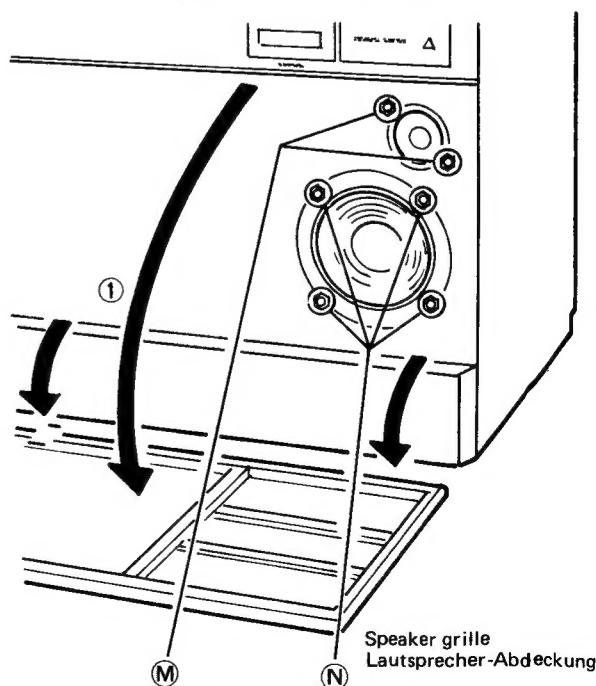

Fig. 5-2 Abb. 5-2
3. Remove the speaker grille in direction of the arrow ① in fig. 5-2.
Remove the 2 nuts (M) shown in fig. 5-2.
Remove the 4 nuts (N) shown in fig. 5-2.
3. Die Lautsprecher-Abdeckung in Pfeilrichtung ① abnehmen, wie in Abb. 5-2 gezeigt.
Die zwei Muttern (M) in Abb. 5-2 entfernen.
Die vier Muttern (N) in Abb. 5-2 entfernen.